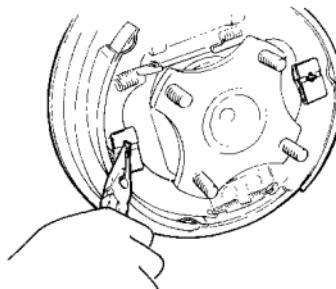

图 13-4
(7) 旋转制动蹄片压紧销，把制动蹄压紧弹簧拆下（图 13-4）。